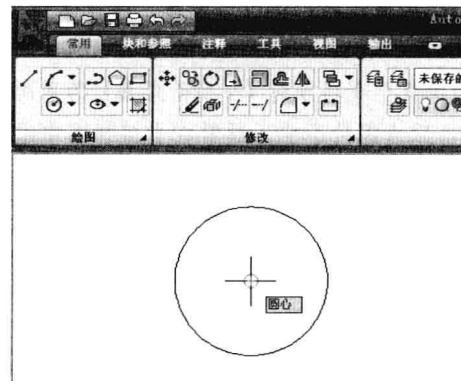

图 2-7-2
- (1) 单击快速访问工具栏中的“新建”按钮 ，打开选择样板对话框，单击“打开”按钮，新建了一个图形文件。
- (2) 在状态栏右击“对象捕捉”按钮，在弹出的菜单中选择“切点”，启用“切点”捕捉。用同样的方法启用“端点”和“圆心”捕捉模式。启用的模式按钮会加外框显示。
- (3) 单击“常用”选项卡，在绘图面板中单击“圆心、半径”按钮 ，在视图中单击，即可确定圆心位置，输入 300，按 Enter 键，绘制了一个圆。
- (4) 单击“直线”按钮 ，将光标移到圆的中心位置，此时显示捕捉到的圆心标记，如图 2-7-2 所示。